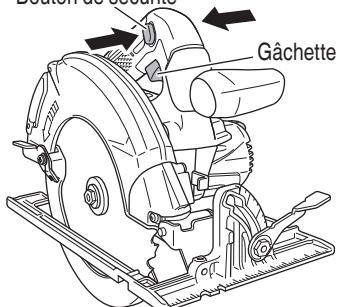

Fig. 22
3. Utilisation du commutateur (Fig. 22)
Il est possible de vérifier la puissance batterie en enclenchant le commutateur pour allumer en rouge le témoin lumineux de puissance batterie. (Fig. 22)